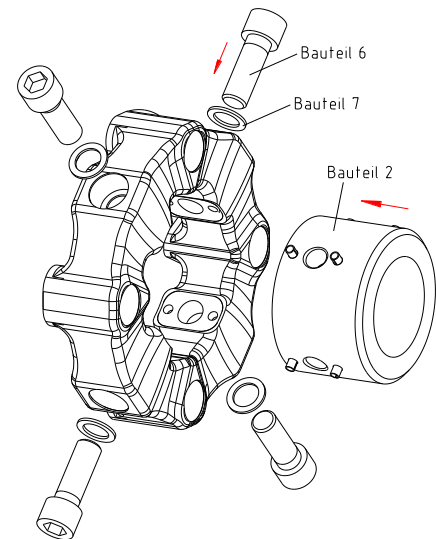

Bild 31: Montage des Elastomerteils an die Nabe radial (Beispiel: Bauart E2HP)
- Schieben Sie das Elastomerteil (Bauteil 1) auf die Nabe radial (Bauteil 2) (siehe Bild 31).